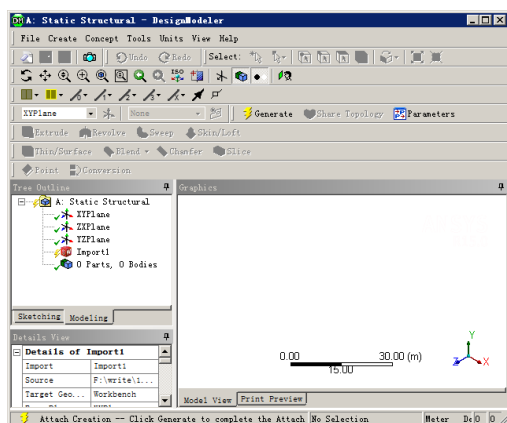

图 1-29 生成前的 DesignModeler 界面
- 步骤 03** 双击项目 A 中的 A2 栏 Geometry，会进入到 DesignModeler 界面，此时设计树中的 Import1 前显示 ⚡，表示需要生成，图形窗口中没有图形显示，如图 1-29 所示。